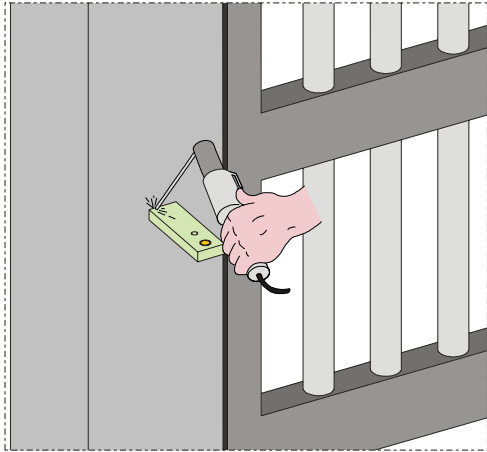
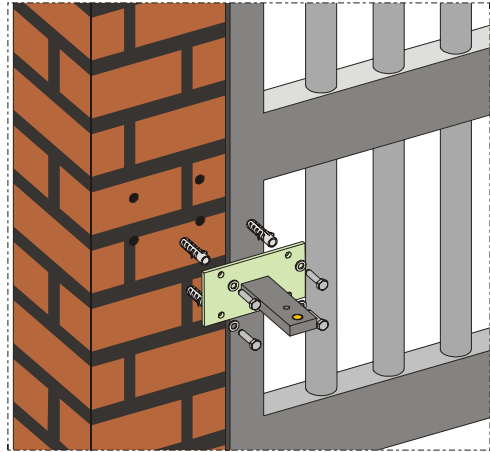

Fig. 6
Fig. 7
1) Fixer la patte postérieure dans la position déterminée précédemment. Si le pilier est en fer, souder minutieusement la patte directement sur le pilier (Fig.6). Si le pilier est en maçonnerie, utiliser la plaque spécifique (en option) pour la fixation à visser (Fig.7) en utilisant des systèmes de fixation adéquats. Souder ensuite minutieusement la patte sur la plaque.